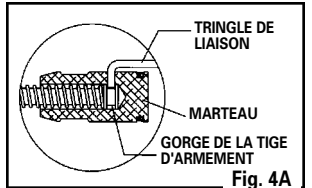

Fig. 4A
- Insérer la courte extrémité recourbée de la TRINGLE DE LIAISON dans le trou de la CULASSE et la longue dans la gorge de la tige d'armement (v. fig. 4A) par le trou du MARTEAU. (Il faut parfois visser partiellement le BOUCHEON dans le BOÎTIER DE CULASSE pour aligner la gorge de la tige d'armement sur le trou du MARTEAU.)